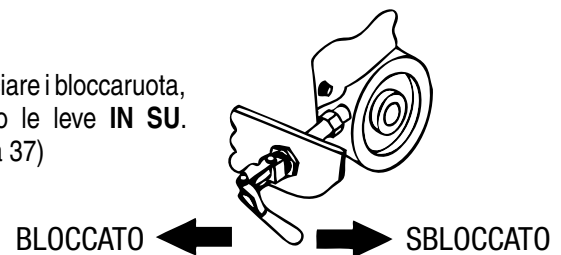

Figura 37. Bloccaruota
2. Rilasciare i bloccaruota, tirando le leve **IN SU**. (figura 37)
- Spingere le leve del bloccoruota verso il basso per inserire i freni alle ruote (figura 37).
6. Abbassare lentamente la lama diamantata sulla linea del taglio, girando la manovella di **sollevamento/abbassamento in senso ORARIO** (figura 37). Quando non è più possibile girare il manubrio, la lama avrà raggiunto la sua profondità massima.
1. Alzare la lama dall'area di taglio, girando la **manovella di sollevamento/abbassamento** in **SENSO ANTIORARIO** (figura 37). Alzare la lama abbastanza in alto rispetto all'area di taglio, per liberare la superficie e consentire l'uso della sega.